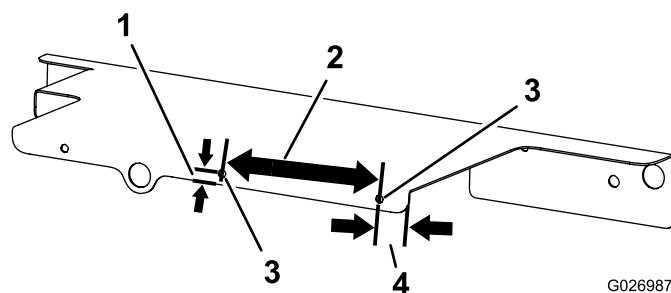

Figura 14
2. Faça 2 furos – 8,6 mm – no resguardo da cobertura direita (Figura 14).
Nota: Consulte a Figura 14 e meça os locais dos furos de 8,6 mm